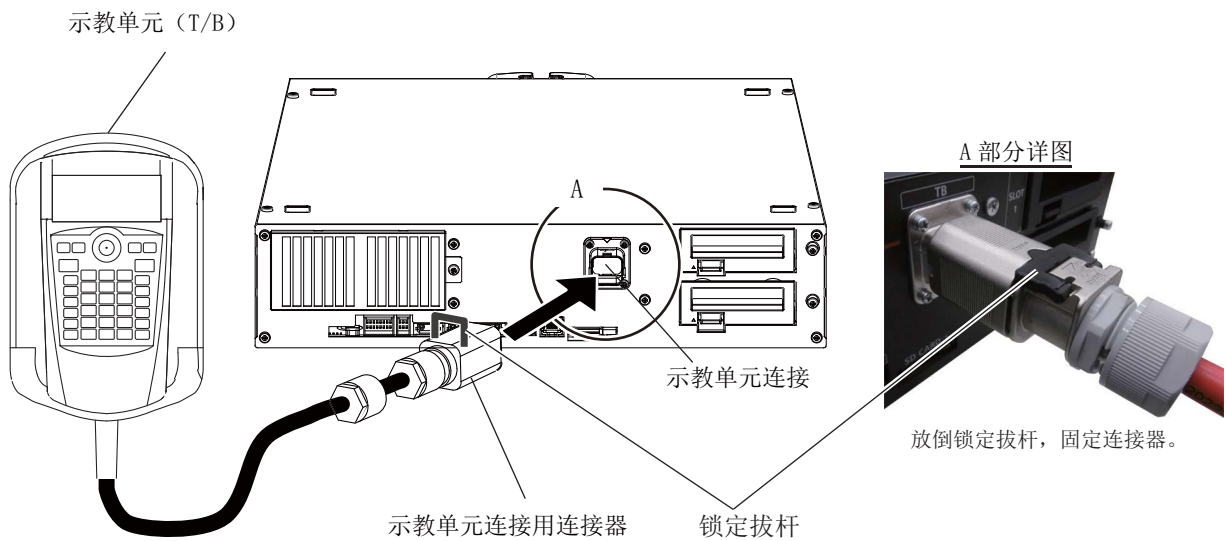

图 2-22：示教单元的安装
- 2) 参照图 2-22，将示教单元的连接器的示教单元连接器上。